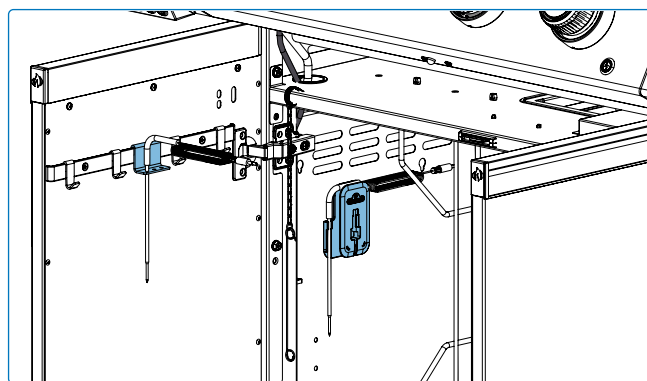

Fig. 10
- Opbevar rotisseridelene på de udpegede klips inde i vognskabet og rotisseristangen bag på grillen, når de ikke er i brug. Dette holder dem sikre, beskyttet mod vejrpåvirkning og nemme at få fat i til næste gang, du skal grille. Sørg altid for, at delene er rene og tørre før opbevaring for at forhindre korrosion (**Fig. 10&11**).